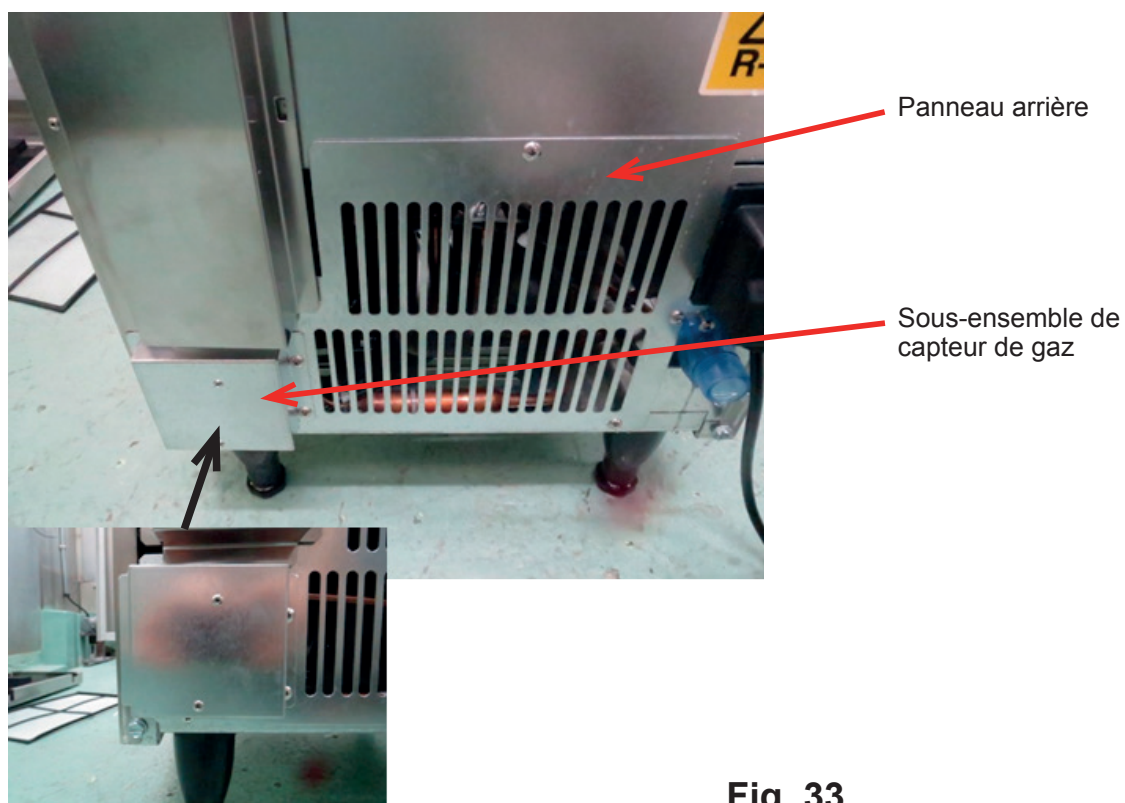

Fig. 33
- 16) Monter le panneau arrière détaché de la pièce A à l'étape 13) et le sous-ensemble de capteur de gaz comme illustré à la Fig. 33.